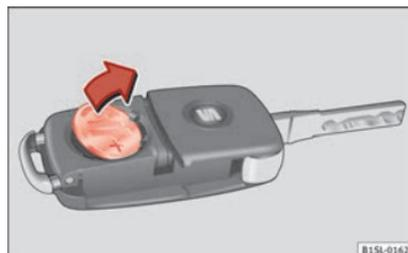

Fig. 128 Chave do veículo: retirar a pilha.
- Extraia a pilha do compartimento com um objeto fino adequado » **Fig. 128.**
- Coloque a nova pilha no compartimento, pressionando-a tal como se mostra » **Fig. 128**, no sentido contrário ao da seta » **!**